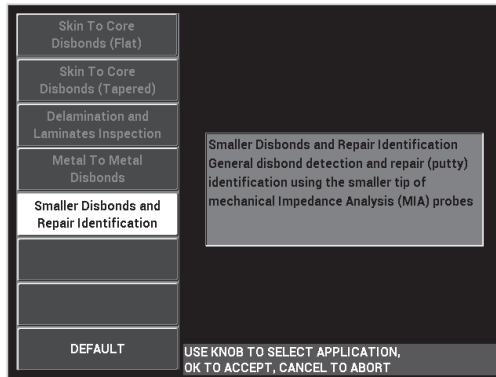

Figura 6-30 Aplicação para descolamentos pequenos e identificação de reparo
3. Selecione a aplicação **Pequenos descolamentos e identificação de reparo** e, em seguida, pressione  para aceitar (veja Figura 6-30 na página 151).